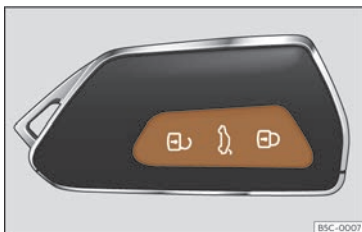

Fig. 74 Clé à radiocommande : touches.
- Verrouiller : appuyez sur le bouton >>> fig. 74.